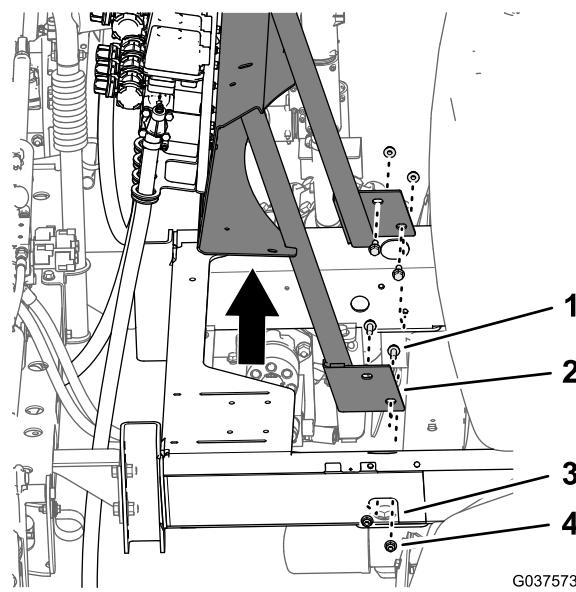

图45
2. 在支撑住阀门安装架的同时拧下将阀门安装架固定至机器机架的 4 个凸缘头螺栓 3/8 x 1 英寸和 4 个凸缘锁紧螺母 3/8 英寸 图45。
3. 从机器上拆下阀门支架、阀门和喷洒臂段软管 图45。